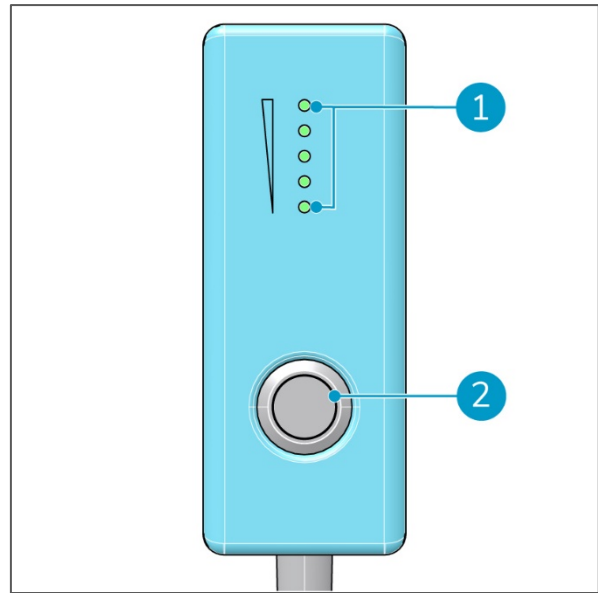

Figura 5
1. Display per lo stato di carica della batteria (Figura 5, pos 1). I LED blu che indicano lo stato di carica della batteria sono accesi durante il normale utilizzo. Quando la batteria è carica, tutti i LED blu sono accesi, quando le batterie si scaricano, i LED blu si spengono uno alla volta.
2. Pulsante ON/OFF (Figura 5, pos 2).